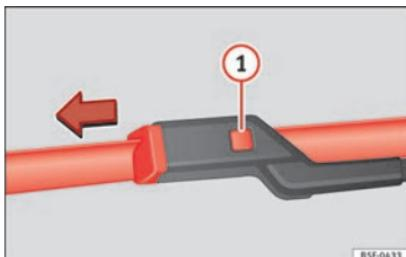

Fig. 82 Remplacement des balais d'essuie-glace.
- Maintenez la touche de déverrouillage **»» fig. 82 ①** enfoncée en tirant légèrement le balai dans le sens de la flèche.